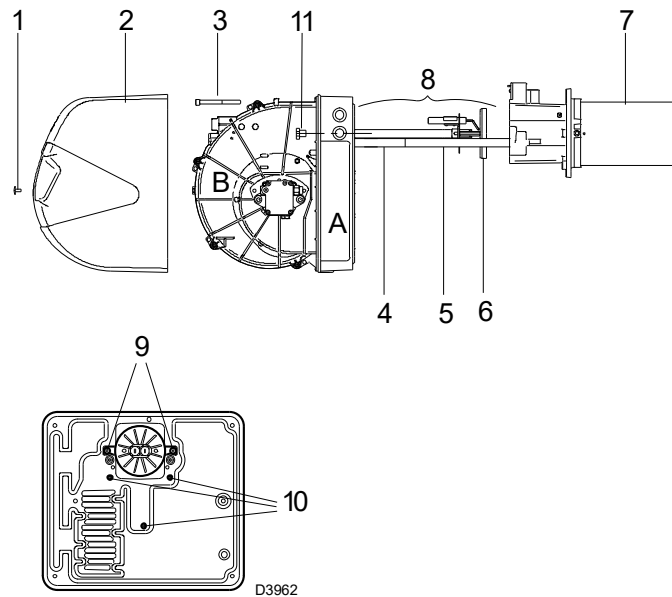

Fig. 31
Se è necessario fare manutenzione al quadro elettrico A)(Fig. 31) è sufficiente rimuovere il gruppo ventilatore B)(Fig. 31) per accedere agevolmente ai componenti elettrici.
Con il bruciatore aperto come in Fig. 31, scollegare i cavi elettrodi e rimuovere il gruppo testa 8)(Fig. 31) svitando le due viti 9)(Fig. 31).
Scollegare i cavi del motore ventilatore, rimuovere le 3 viti 10)(Fig. 31) sulla lamiera di protezione e le due viti 11)(Fig. 31) e sfilare il gruppo ventilatore B)(Fig. 31) dalle guide 4) - 5)(Fig. 31).
Infine è possibile utilizzare due delle tre viti 10)(Fig. 31) per fissare il quadro elettrico al condotto nei punti indicati in Fig. 29, ed eseguire le operazioni di manutenzione.
- Rimuovere la vite 1)(Fig. 31) ed estrarre il cofano 2);